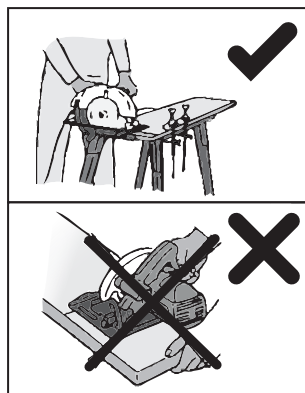

Abb. 9
- Das zu schneidende Werkstück ist vor dem Schneiden mit einem geeigneten Spannmittel zu befestigen (siehe Abb. 9).